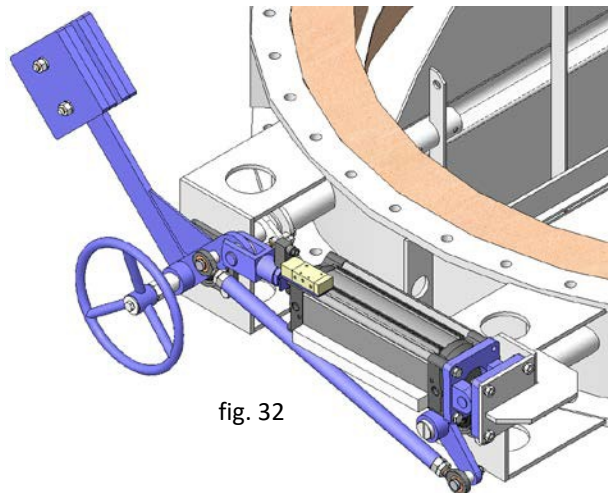

fig. 32
(fig. 32) Elettrovalvole
- **Azionamento manuale d'emergenza:** consente di azionare manualmente la valvola a farfalla damper in caso di blackout o mancanza d'aria (fig. 32).